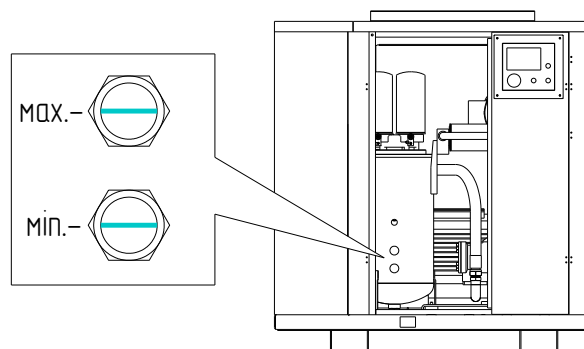

Рис. 3
- Горловина маслозаливная расположена на корпусе маслоотделителя и закрыта пробкой. Уровень масла контролируется при помощи 2-х маслоуказателей (см. рис. 3), расположенных под горловиной. Уровень масла на неработающей (холодной) установке всегда должен быть выше середины нижнего маслоуказателя. Максимальный уровень масла - не выше середины верхнего маслоуказателя, который выполняет также и функцию контроля перелива.